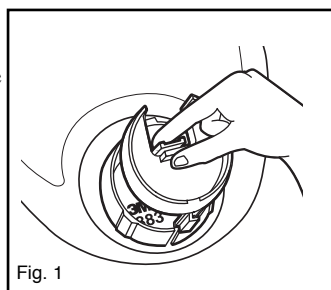

Fig. 1
1. Apriete la lengüeta de seguridad en la parte trasera del Direccionador de Aire 6881 y jale para separar de la Base de Puerto DIN 6883. (Fig. 1)
4. Alinee la orejeta en el fondo del direccionador de aire 6881 con la ranura en el fondo del puerto base DIN 6883. (Fig. 1) Deslice hacia delante y presione la perilla central hasta que se escuche un clic, lo cual significa que ha quedado asegurado en su lugar.
1. Sólo el Adaptador de Puerto DIN (6884) y el Adaptador de Presión-Demanda (6874): Apriete la lengüeta de seguridad ubicada en la parte trasera del Direccionador de Aire 6881 y jálela hacia atrás para separarla de la Base de Puerto DIN 6883. (Fig. 1)